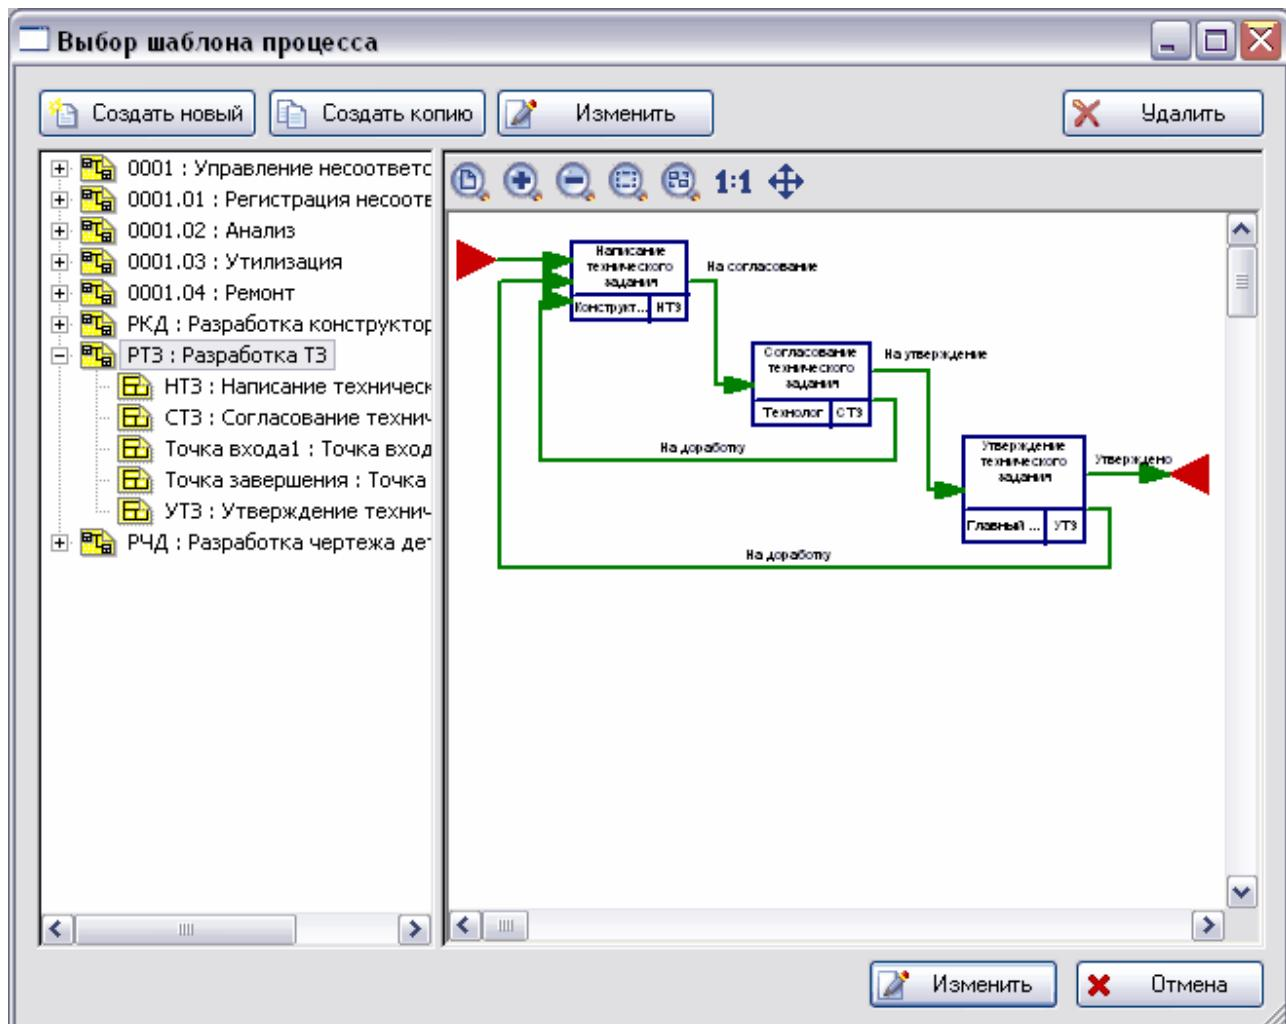

Рис. 4 Выбор шаблона процесса
Выбор шаблона процесса производится непосредственно при входе в модуль **Редактор шаблонов процессов** или после нажатия на кнопку панели инструментов модуля. Выбор ведется в диалоговом окне **Выбор шаблона процесса** (Рис. 4).
1. Нажать кнопку  в диалоговом окне выбора шаблона процесса для редактирования (Рис. 4).